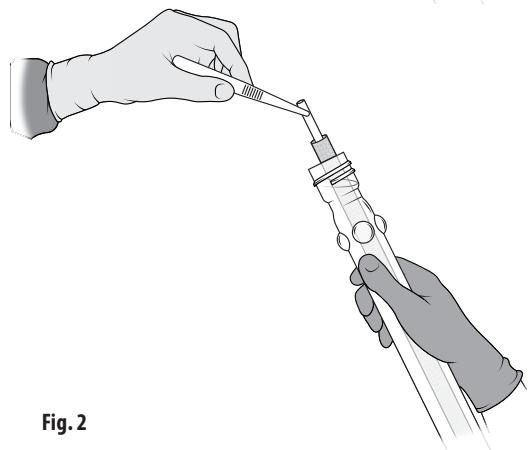

Fig. 2
4. Spindlen flyder over slangens åbning. Fjern protesen aseptisk fra slangen ved at grib fat i enden af spindelen og løfte den forsigtigt ud af slangen. Fig. 2. Protesen må ikke berøre slangens udvendige øverste kant. T-stykket i bunden af spindelen vil forhindre transplantatet i at glide af spindelen.